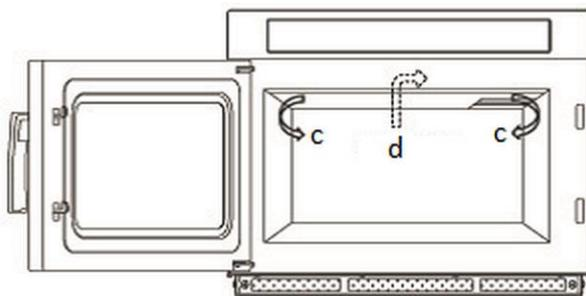

Fig. 5
2. Suivre les consignes suivantes (fig. 5) :